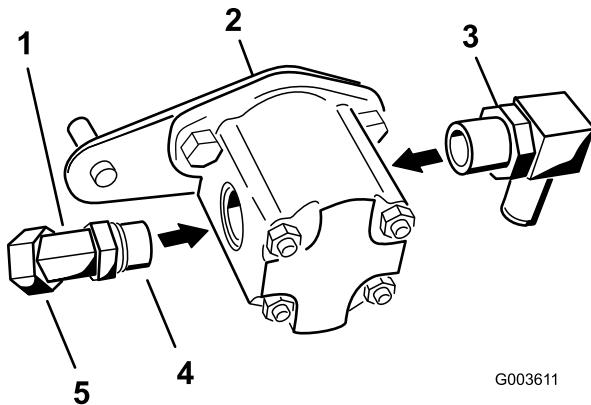

図 18
2. 45度の角エルボを油圧ポンプの側部に取り付ける図 18。